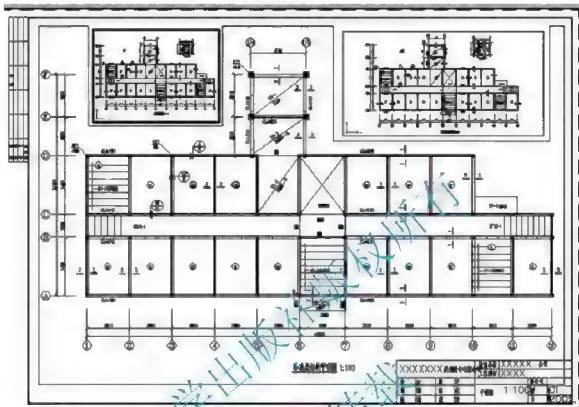

图 5.67 新建两个视口
① 用【视口】工具栏上的【单个视口】命令创建图 5.67 所示的两个视口。注意观察图 5.67，左上角的视口线为粗线，另外两个视口线为细线，其中粗视口线的视口为当前视口。只需在某个视口内单击，就可以将该视口设定为当前视口。